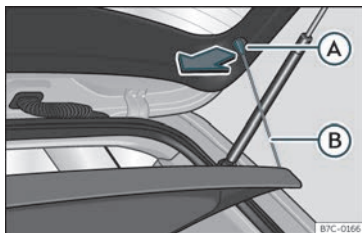

Fig. 114 Na bagageira: desmontar e montar a chapeleira.
- Desengate os tirantes de fixação »» Fig. 114 (B) dos alojamentos (A).
- Engate os tirantes de fixação »» Fig. 114 (B) na porta da bagageira.